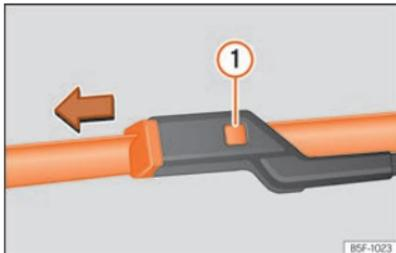

Abb. 193 Scheibenwischerblätter vorne auswechseln.
- Die Entriegelungstaste >>> **(Abb. 193)** ① gedrückt halten und gleichzeitig das Scheibenwischerblatt vorsichtig in Pfeilrichtung abziehen.